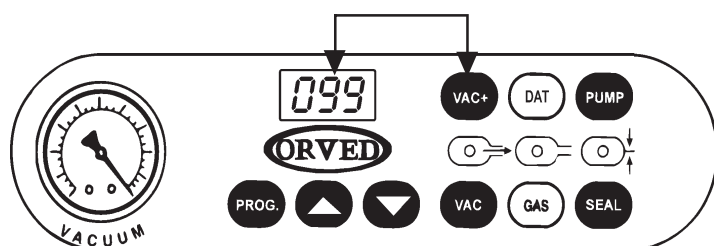

Fig. 3
- Regolare la funzione "VAC" sul pannello comandi al valore massimo 99% (**Fig. 3**).